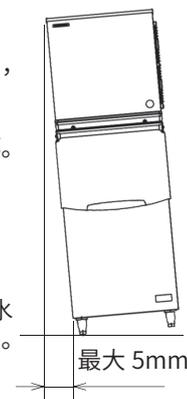

图 2
- \* 将本出冰装置 / 储冰箱在左右和前后方向上调水平。如果使用储冰箱，请将储冰箱的支脚调水平。见图 2。